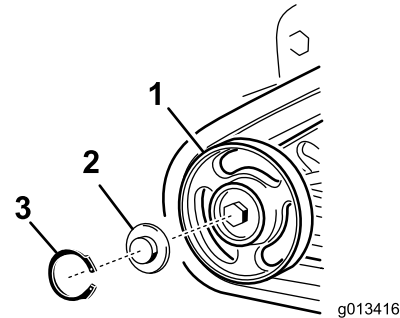

Bild 59
4. Nehmen Sie den Sprengring und die Kappe vom Straßensrad ab (Bild 59).
5. Prüfen Sie das Schmiermittel unter der Kappe und um die Dichtung (Bild 59). Wenn es schmutzig, körnig oder verbraucht ist, entfernen Sie das gesamte Schmiermittel, wechseln Sie die Dichtung aus und fügen Sie neues Schmiermittel hinzu.
7. Setzen Sie die eingefettete Straßensradkappe auf den Schraubenkopf (Bild 59).
8. Befestigen Sie die Straßensradkappe mit dem Sprengring (Bild 59).